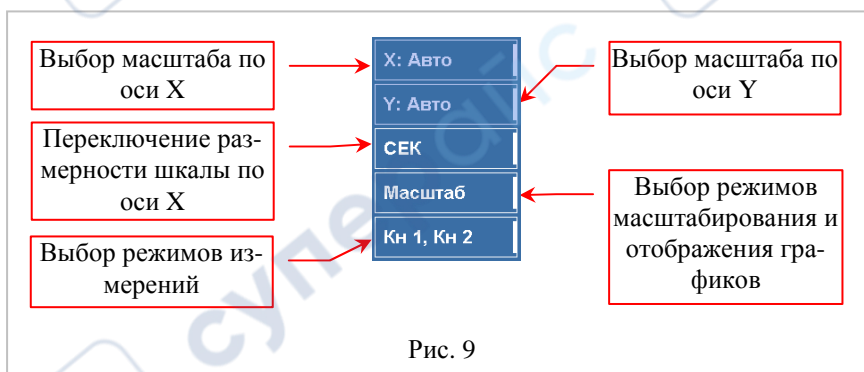

Рис. 9
2.4.1 Управление отображением графиков и режимами измерений (рис.9)